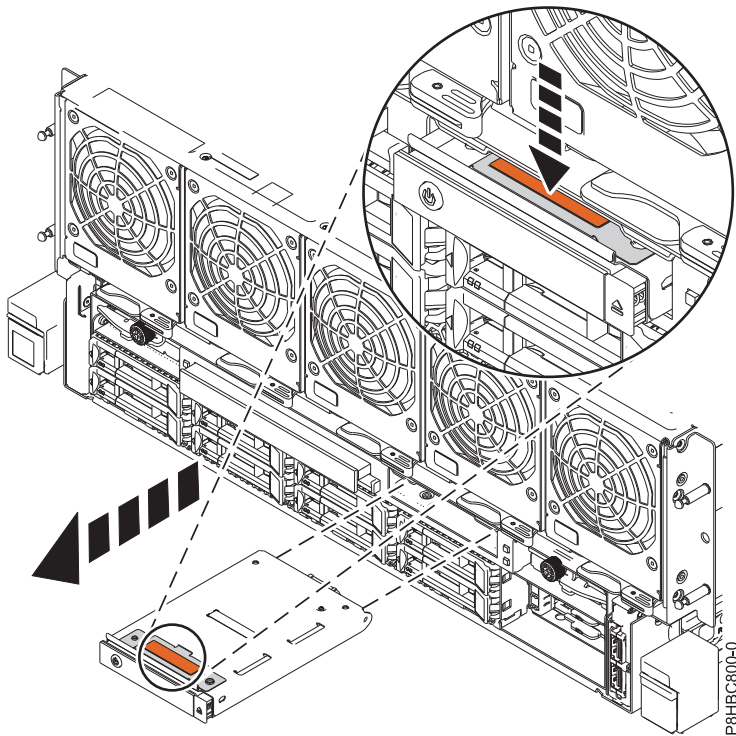

Figura 3. Retirada de un panel de control
- a. Presione la pestaña de color terracota y, a continuación, deslice el panel de control para extraerlo de la ranura. Consulte la Figura 3 en la página 6.